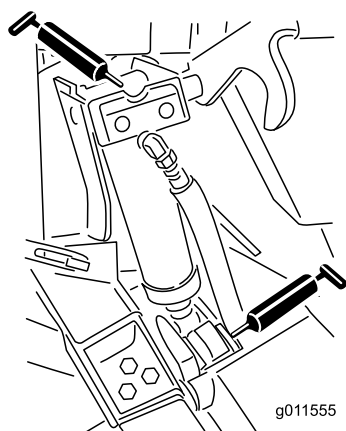

Figure 87
- 4 bagues de vérin de levage (Figure 87)